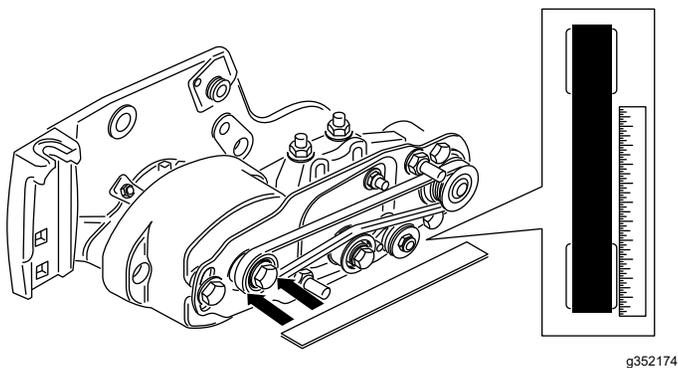

Bild 33
- Legen Sie eine Abziehlatte entlang Außenseite der **Antriebs-scheibe** (Bild 33). Legen Sie die Abziehlatte **nicht** über den Antrieb und die Antriebsriemenscheiben.